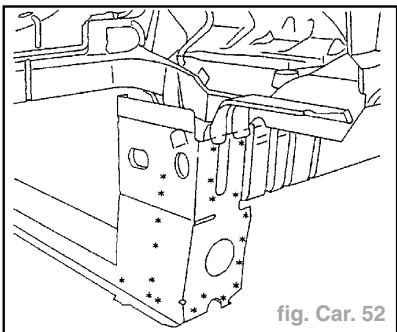

fig. Car. 52
- Dégrafer les points à l'aide d'une fraise de diamètre = **8 mm** (fig. Car. 52).